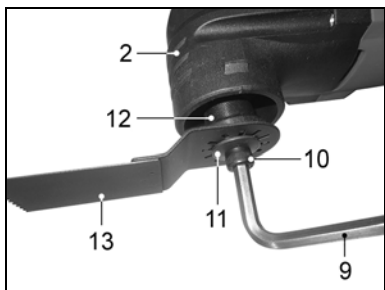

Рисунок 3.
7.1 Установка насадок (Рисунок 3)